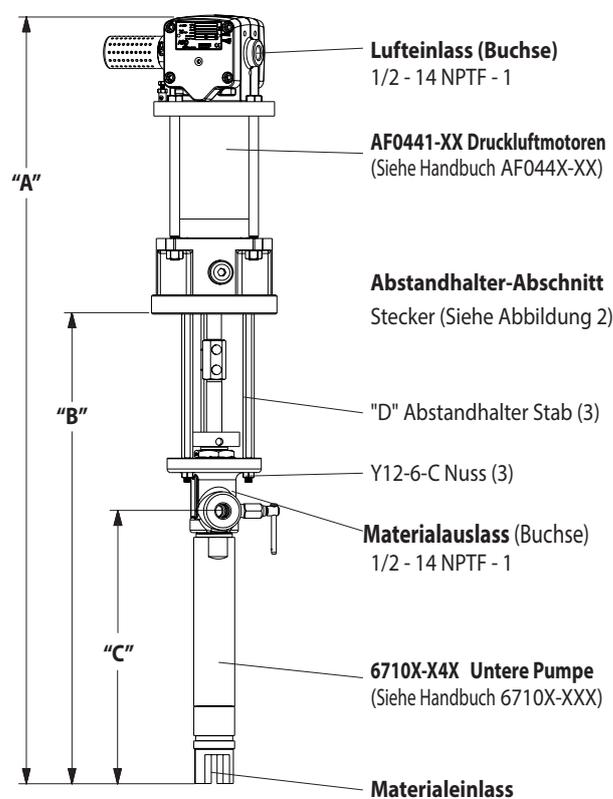

Abbildung 1
- Die drei (Y12-6-C) Muttern an den drei Abstandhalterstangen entfernen (siehe Abbildung 1).